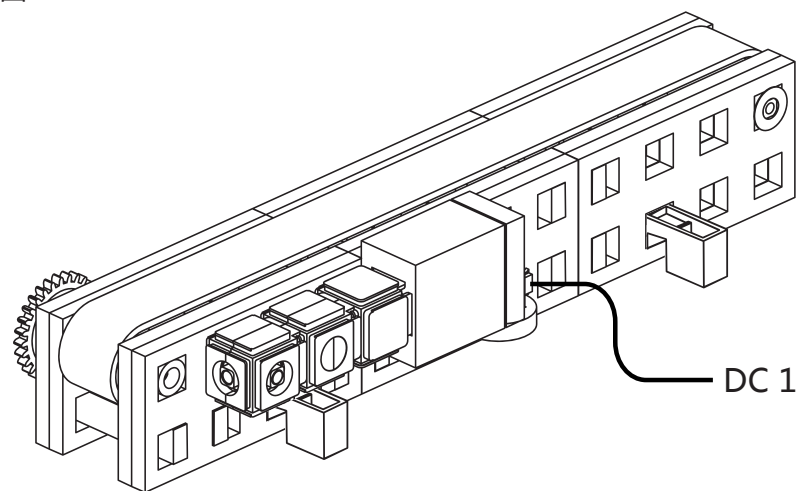

图1 电机转向变换
**第 3 步** 如果您想改变电机的转向，可以在程序中修改（如图 1），也可以直接将电机线接头反向插在多功能扩展卡上。